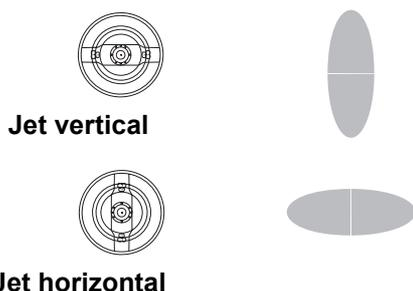

Fig. 11. Positions du chapeau d'air
2. Desserrer la bague de retenue du chapeau d'air et tourner le chapeau d'air pour obtenir un jet vertical ou horizontal. Voir Fig. 11. Serrer la bague de retenue jusqu'à ce que le chapeau d'air soit bien en place. Normalement, vous ne devriez pas pouvoir tourner les cornes du chapeau d'air à la main.